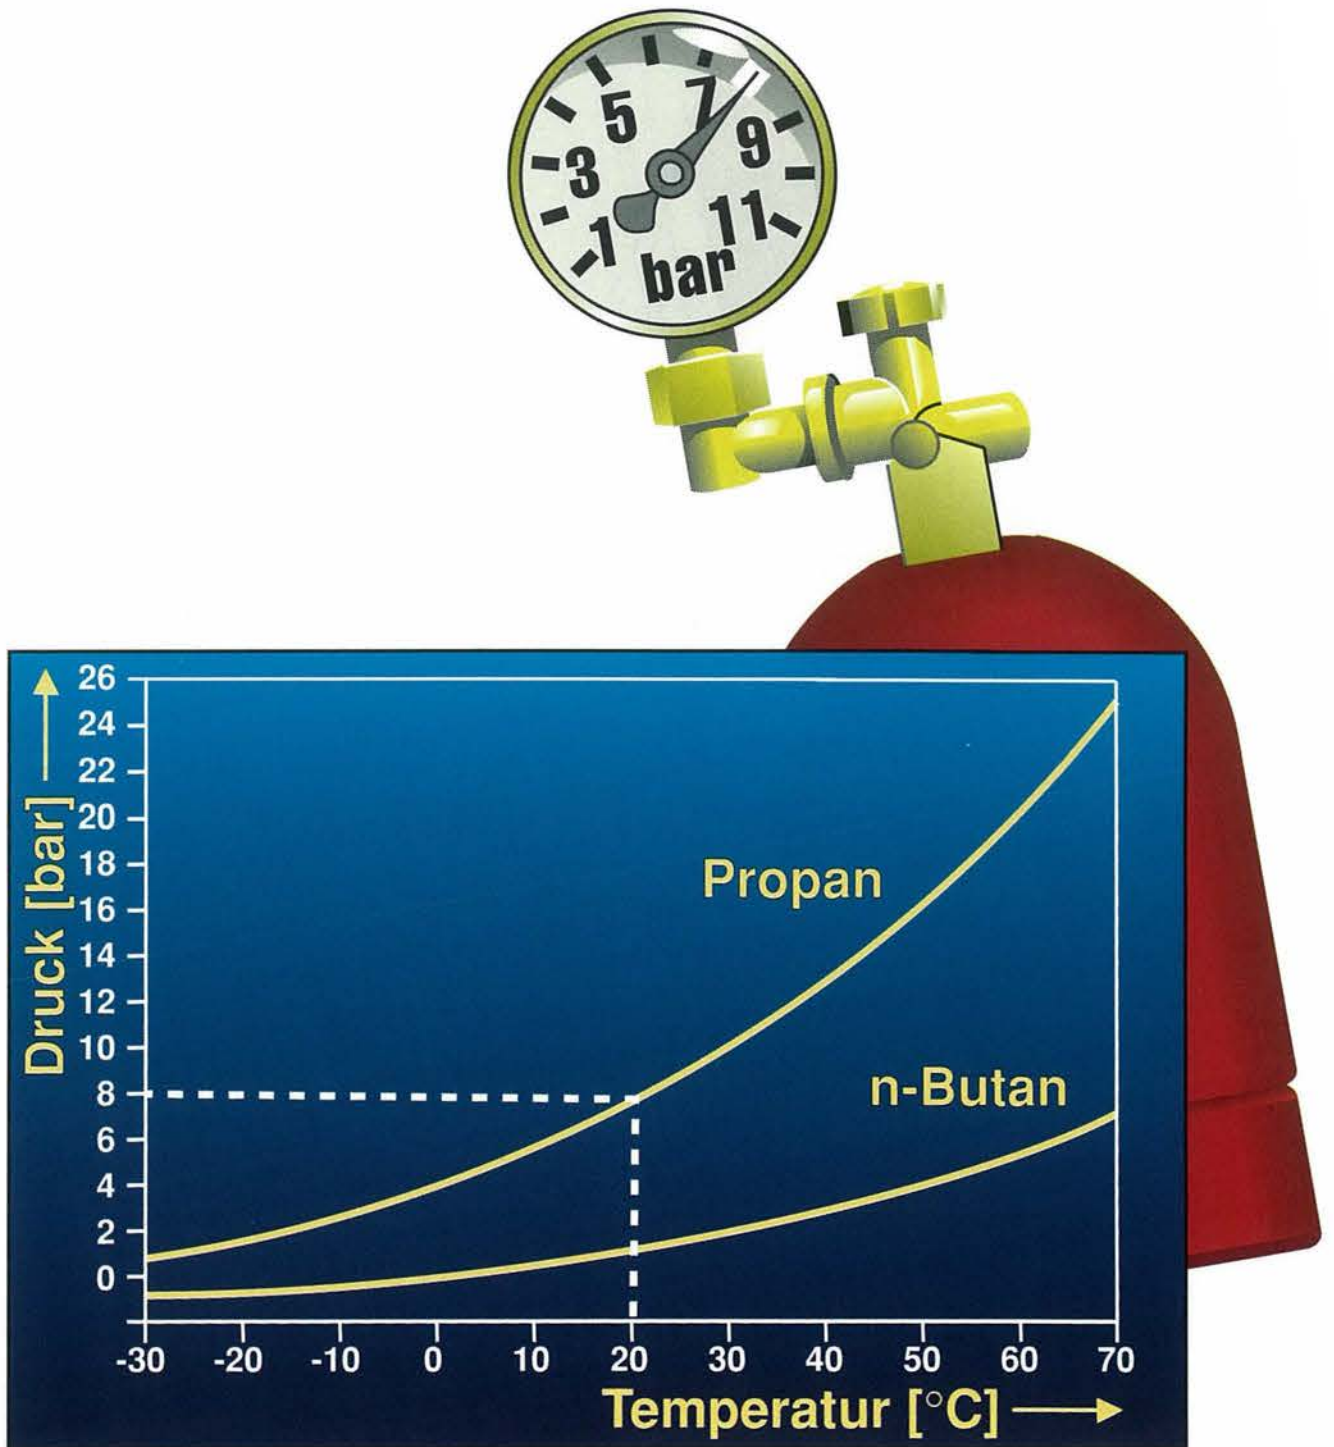

Bild 8: Dampfdruckkurven von Propan und Butan
- Der Druck in Flüssiggasbehältern wie Tanks oder Flaschen ist nur temperaturabhängig (vgl. Dampfdruckkurven, Bild 8); so z.B. für Propan ungefähr 8 bar bei 20° C. Starkes Erwärmen der Behälter (z.B. durch Brandeinwirkung von aussen; durch Behälterinnenheizung) führt zu einer massiven Druckerhöhung im Behälter (siehe Bild 9) und kann unter Umständen